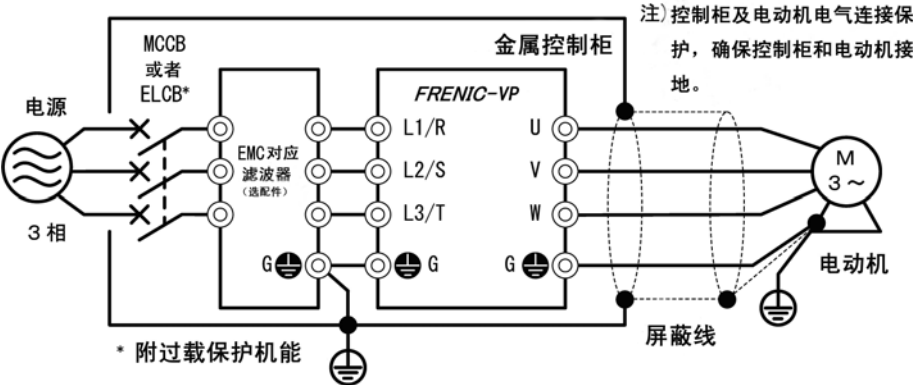

图 10.3 EMC 对应滤波器(选配件)的设置方法
- 3) 如果变频器所发出的辐射干扰超过标准，请按图 10.3 所示，在金属柜内放置变频器及相关设备。